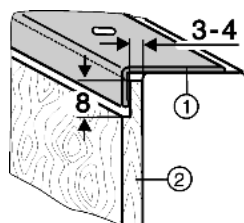

Fig. 10
▶ Товщі декоративні пластини *Fig. 10 (2)* можуть виступати макс. на 4 мм, як показано на малюнку.